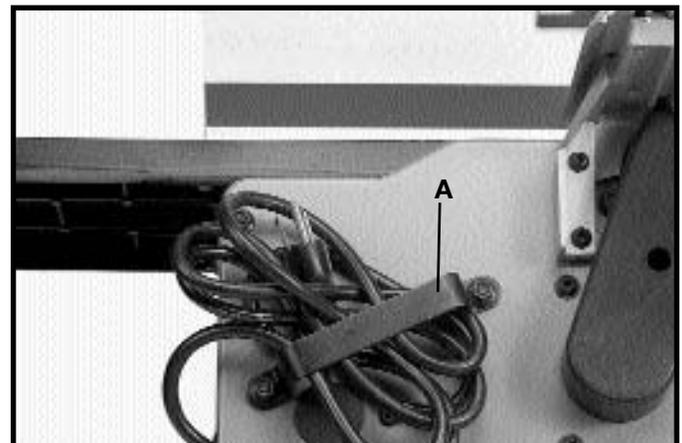

Fig. 36
Se proporciona un soporte de almacenamiento del cordón (A) Fig. 36 sobre la base de la machimbradora para almacenar el cordón cuando la máquina no se encuentre en uso.